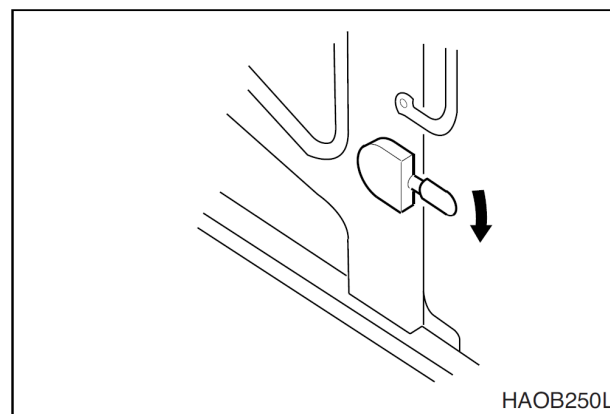

Рис. 101
- Для отделения двери от стенки кабины опустить рычаг защелки (рис. 101). Рычаг защелки расположен слева от сиденья оператора.